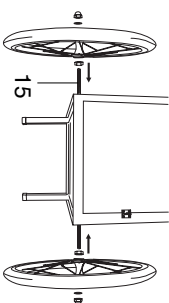

Fig. 1
- Eje de la rueda con las ruedas (Fig. 1)**